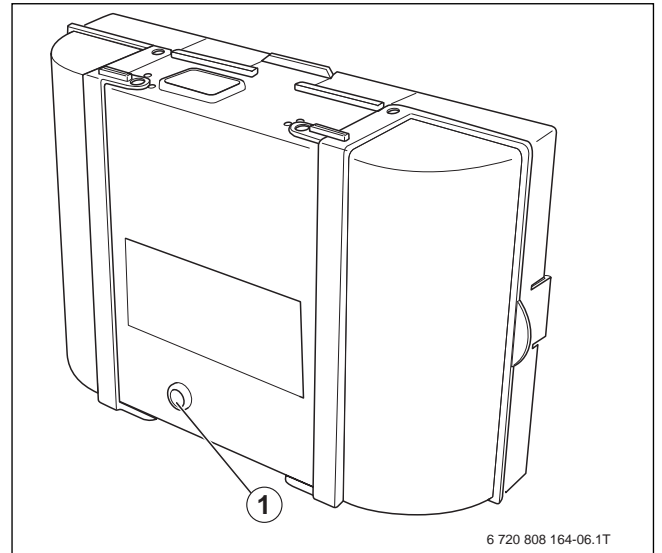

Рис. 10 Сброс неисправностей на автомате горения
► Кнопка Reset (→ рис. 10, [1])